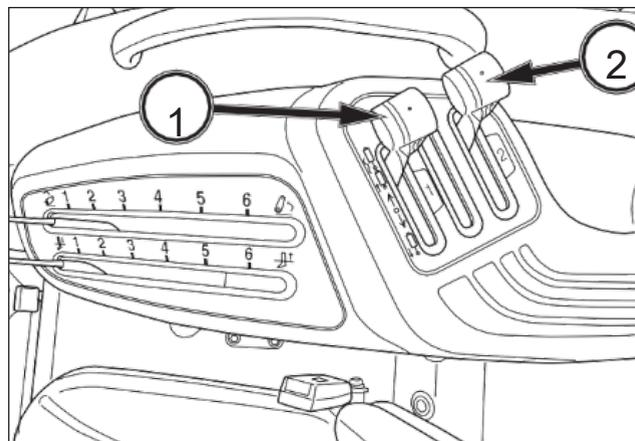

FIG. 78
FIG. 78: La primera palanca hidráulica auxiliar externa (1) permite levantar o bajar el equipamiento cuando se utiliza el primer juego de empalmes a distancia. La segunda palanca hidráulica auxiliar externa (opcional) (2) permite controlar el equipamiento cuando se utiliza el segundo juego de empalmes a distancia.